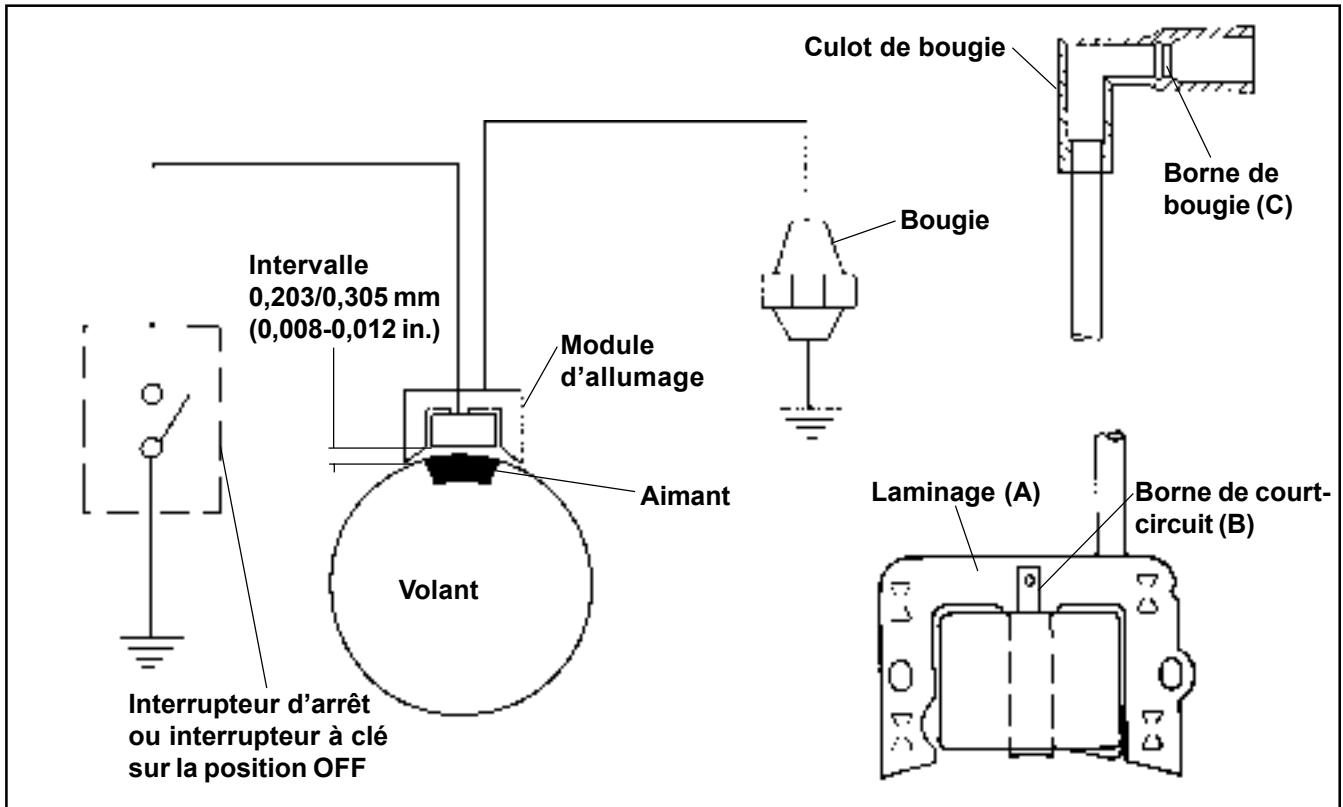

Figure 7-2. Système d'allumage électronique.
4. Mesurer la résistance de l'enroulement secondaire du module à l'aide d'un ohmmètre (voir les Figures 7-2 et 7-5).  Mettre l'ohmmètre à zéro avant d'effectuer le test. Connecter un câble de l'ohmmètre aux laminages (A). Connecter l'autre câble à la borne de la bougie (C) du câble de la borne haute. Une fois les câbles de l'ohmmètre connectés de cette manière, la résistance de l'enroulement secondaire doit être de 7900 à 18400 ohms .  REMARQUE ! Ce test ne peut être effectué que si le module a été allumé au moins une fois.	4. Si la résistance est faible ou de 0 ohms , l'enroulement secondaire du module est court-circuité. Remplacer le module.*  Si la résistance est élevée ou infinie , l'enroulement secondaire du module est ouvert. Remplacer le module.*  Si la résistance est comprise dans les valeurs indiquées, l'enroulement secondaire du module est en bon état.  *Se reporter aux Sections de démontage et de remontage pour consulter les procédures de démontage et d'installation du module d'allumage complet.